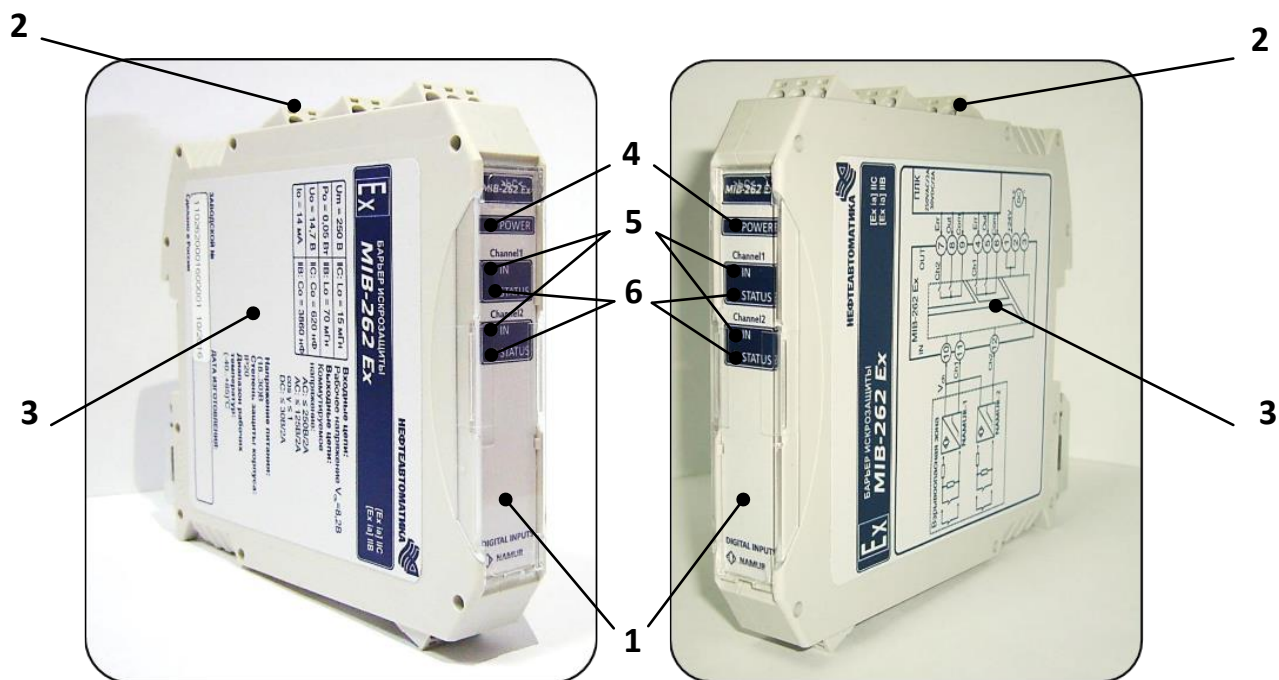
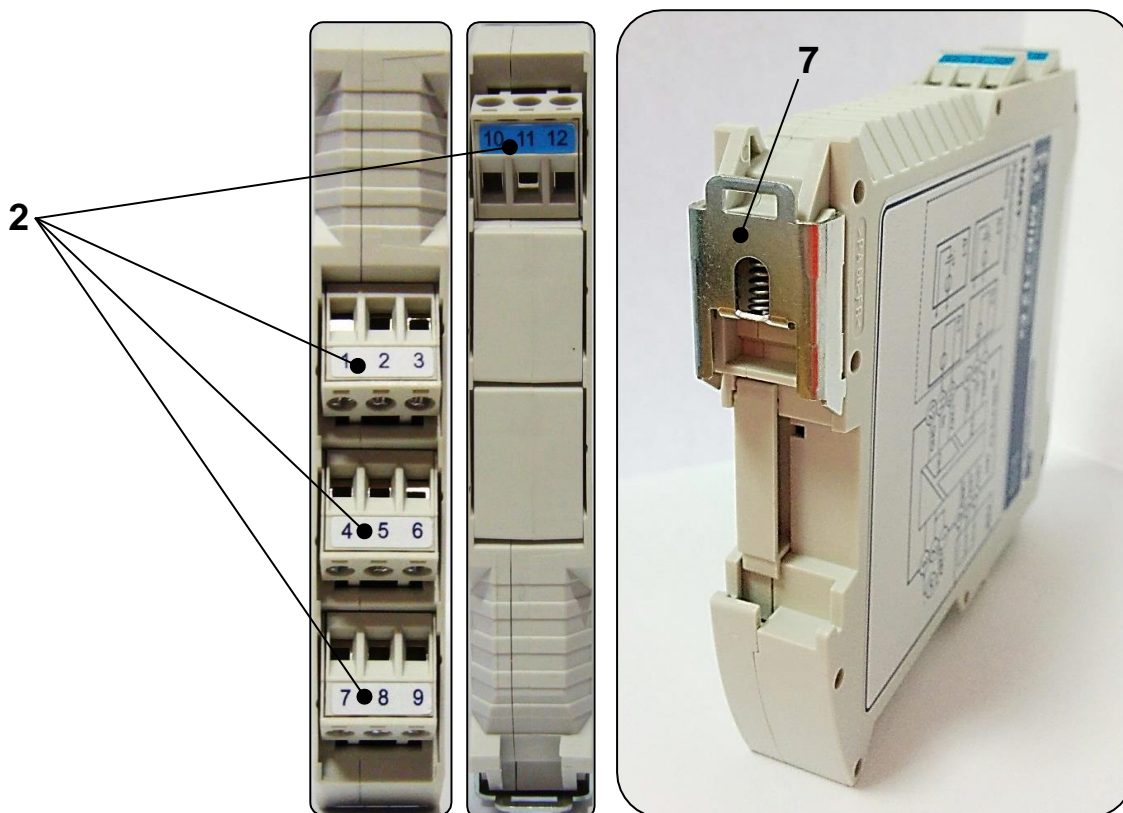

Рис. 3 – Внешний вид изделия
Рис. 4 – Клеммные колодки (слева) и задняя поверхность изделия с металлическим фиксатором (справа)
Изделие представляет собой плату, помещённую в пластиковый корпус, состоящий из двух частей. На переднюю панель изделия (1), боковые поверхности корпуса (3) и клеммные колодки (2) нанесена маркировочная информация в соответствии с пунктом 1.7 настоящего РЭ. Конструкция изделия приведена на Рис. 3, Рис. 4.